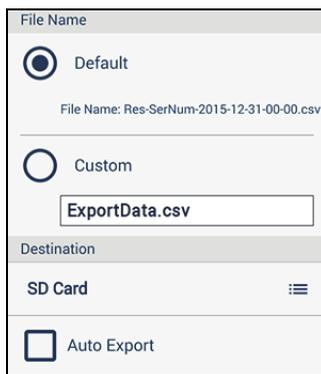

图 2-37 导出设置：导出位置
1. 在**File Name**（文件名）区域中，选择**Default**（默认）（文件名）或**Custom**（自定义）（并输入一个文件名）（参见第52页的图 2-37）。